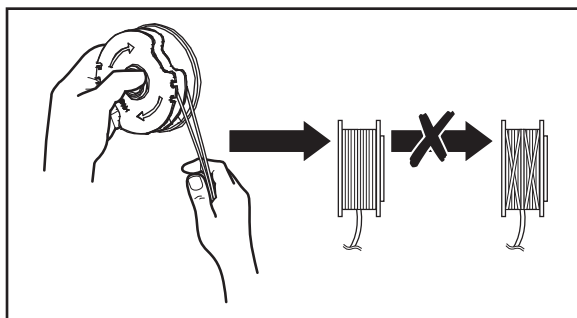

Fig. 26
7. Enrouler fermement les fils de coupe sur la bobine de coupe-bordures (12c) dans le sens des flèches sur la bobine (12c) (Fig. 26).